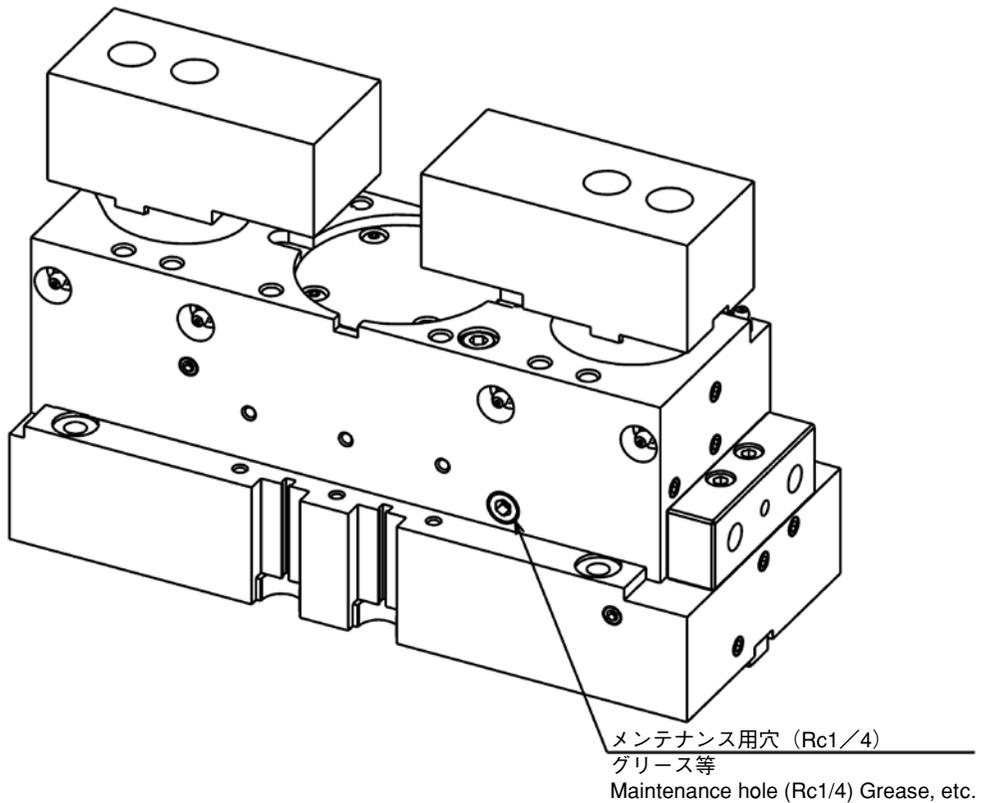

Fig.6-2 メンテナンス用穴 Maintenance hole
- (1) ソフトジョー取換えの際は精度保持のため、マスタジョーとのクロスキー部を入念に清掃して下さい。
- (2) ワーク形状、切削条件に合わせてエア圧力を設定して下さい。
- (3) 本製品のボルト取付トルクはキタガワ規定トルクで締めて下さい。
- (4) ハンマー等で工作物及び治具モジュールを絶対に叩かないで下さい。精度及び機能を損ない寿命を短くします。
- (5) 使用空圧力は、0.6MPaを超えないように注意して下さい。
- (6) 機械を長時間止める場合はワークを外し、圧力供給ユニットを停止させて下さい。
- (7) ストロークエンド3mm付近での把握は安全上好ましくないので把握しないで下さい。
- (8) 防錆効果のある切削水を使用しないと、治具モジュール内部に錆を生じ把握力低下をおこすことがありますのでご注意ください。また、ボデー内部に切削水が浸入した場合はメンテナンス用穴から排出することができます。(6章のFig.6-2参照して下さい。)
- (9) 誤操作、加工ミス等により治具モジュール又は工作物に衝撃を与えた場合は、直ちに作業を中止し、異常の有無を確認して下さい。確認後、空クランプを数回行って動作がスムーズで異常がないか確認して下さい。
- (10) 作業終了時には、ボデーや摺動面をエアガン等で必ず清掃して下さい。
- (11) 治具モジュールのリアボデー底面、側面はアルミ材で傷つき易く、基準面なので細心の注意を払って取り扱って下さい。
- (12) トップジョーを揺動状態にして工作物を把握する際、揺動量が大きいと2つのトップジョーの把握に時間差ができ衝撃が発生する場合があります。衝撃が大きい場合は、ロケータに対して工作物のズレが起きることがあります。衝撃を軽減する方法として、空圧供給(アンクランプ)付近に絞り等を付けて、把握速度を落とす事が有効です。
- (13) センタリング把握においても、X軸方向以外にかかる切削力は、ロケータで受けるような上物の構造にして下さい。(丸物工作物をジョーのみで受けないようにして下さい。)
- (14) 治具モジュールを使用して異常を感じた場合はすぐに7章を参照し修復して下さい。(異常を感じたまま使用しないで下さい。)
- (1) When replacing the soft jaw, carefully clean the cross key on the masterjaw for keeping accuracy.
- (2) Set air pressure according to work form and cutting conditions.
- (3) Tighten mounting bolts at the torque specified by Kitagawa.
- (4) Never hammer the work and jig module because accuracy and function fail, and the service life of jig module becomes short.
- (5) Take care so that a service air pressure will not exceed 0.6MPa.
- (6) When the machine is stopped for a long period of time, remove the work and stop the pressure supply unit.
- (7) Don't clamp the work within 3mm from the stroke end for safety.
- (8) Use the coolant having rustproof effect so that rust does not occur inside of jig module because a gripping force is reduced. If the coolant leaks into the body, it can be discharged out of a maintenance hole (Refer to Chapter 6 fig. 6-2).
- (9) If any shock is applied to the jig module or work by wrong operation or machining mistake, stop the operation immediately and check that it is not damaged. After that, check operation is smooth by performing the clamping motion under no load at several times.
- (10) After working, be sure to clean the body and slide ways with the air gun.
- (11) Since the rear body bottom face and side face of jig module are reference faces made of aluminum that are easy to be damaged, carefully handle them.
- (12) When clamping the work with top jaws remarkably fluctuated, any shock occurs because a time difference occurs for the clamping of two top jaws. If the shock is large, the work may be slipped for the locator. To reduce the shock, mount the throttling near the air inlet (UNCLAMP) to reduce the clamping speed.
- (13) In centralizing clamp, structure so that cutting force in the direction except X-axis direction will be received to the locator (Cutting force for round work does not receive only to the jaws).
- (14) If you feel that the jig module fails, recover it, referring to Chapter 7 (Do not use the jig module with abnormality felt).
グリースを過剰に給油した場合、動作不良を起こす可能性がありますので、Fig.6-2に示すメンテナンス用穴で余分なグリースを排出して下さい。排出は、メンテナンス用穴のプラグを取り外し、クランプ・アークランプを数回繰り返すことで行うことができます。
After cleaning and reassembling, lubricate required components enough with the jaws clamped and the front cover removed until the grease exudes slightly out of between the body and the plunger slide way. When the grease is filled excessively, since operation failure may be caused, discharge excess grease out of a maintenance hole as shown in Fig. 6-2, repeating clamp/unclamp several times after removing the plug for the maintenance hole.